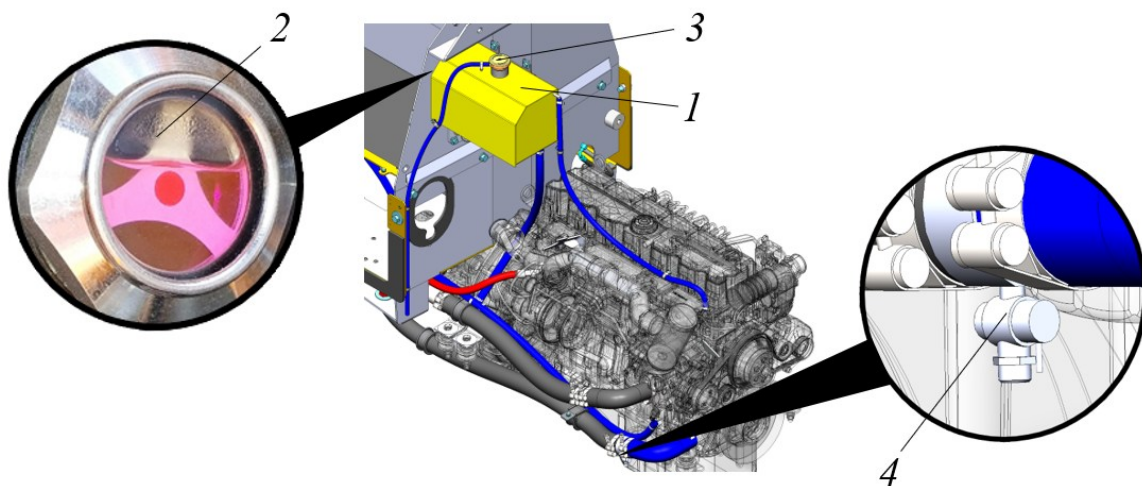

Рисунок 5.33. Слив охлаждающей жидкости с системы
- ▶ Осторожно приоткрыть крышку наливной горловины 3, рис. 5.33, повернув ее против направления часовой стрелки.